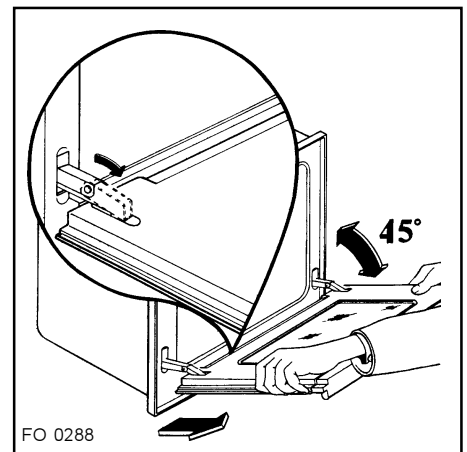

Fig. 6
- c) prenez la porte à deux mains (jamais par la poignée) et dégagez les charnières en soulevant légèrement la porte (fig. 6);